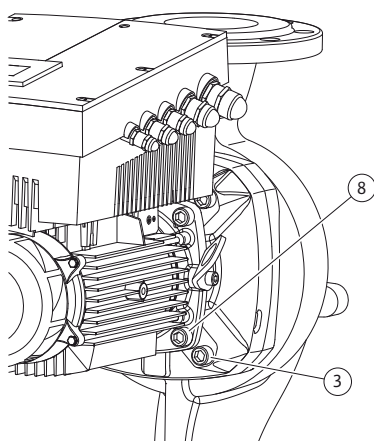

fig.45: Fissaggio opzionale del set di innesto
11. Allentare e rimuovere le viti (fig. 6 pos. 3). A seconda dei tipi di pompa si devono utilizzare le viti esterne (fig. 45, pos. 3). Il set di innesto (vedi fig. 12) dopo la rimozione delle viti rimane al sicuro nel corpo pompa, anche in caso di posizione orizzontale dell'albero del motore non sussiste pericolo di ribaltamento.
16. A seconda del tipo di pompa allentare le viti (fig. 6, pos. 10) o in alternativa le viti (fig. 45, pos. 8).
22. Spingere cautamente la lanterna sull'albero e posizionarla nella posizione precedente o nella nuova posizione angolare desiderata rispetto alla flangia motore. Attenersi alle posizioni di montaggio ammesse per i componenti (vedi capitolo 7.1 “Posizioni di montaggio ammesse e modifica della disposizione dei componenti prima dell'installazione” a pagina 76). Fissare la lanterna alla flangia motore con le viti (fig. 6, pos. 10)  – nel caso dei tipi di pompa/lanterna secondo (fig. 45) – con le viti (fig. 45, pos. 8).